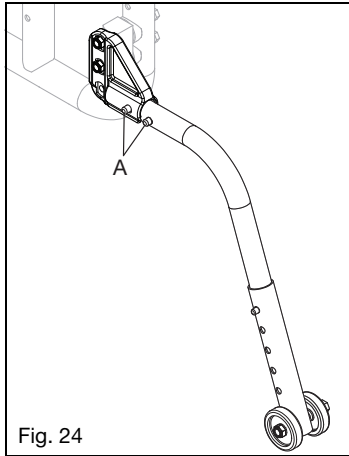

Fig. 24
Sådan installeres standard tipsinkring (fig. 24)
1. Tryk på udløserstiften bagtil (fig. 24:A) på tipsinkring røret, så begge udløserstifter trækkes ind.